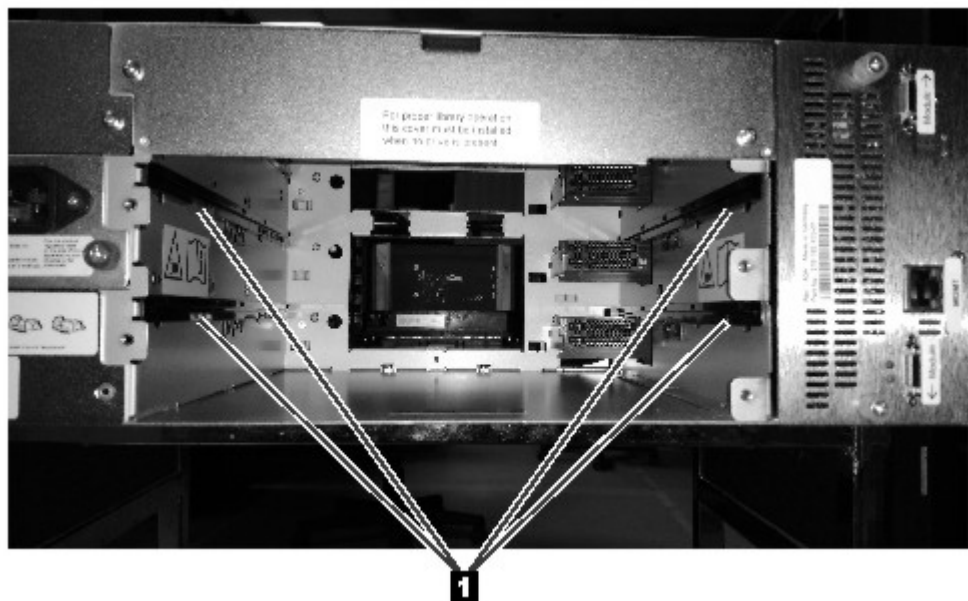

Abbildung 59. Ausrichtungsschienen
2. Richten Sie das neue Bandlaufwerk aus und setzen Sie es entlang der Ausrichtungsschienen (1 in Abbildung 59 auf Seite 145) in die Laufwerkposition ein. Stützen Sie dabei die Laufwerkbaugruppe unten mit der Hand ab. Das Bandlaufwerk muss mit der Rückwand des Speicherarchivs bündig sein.